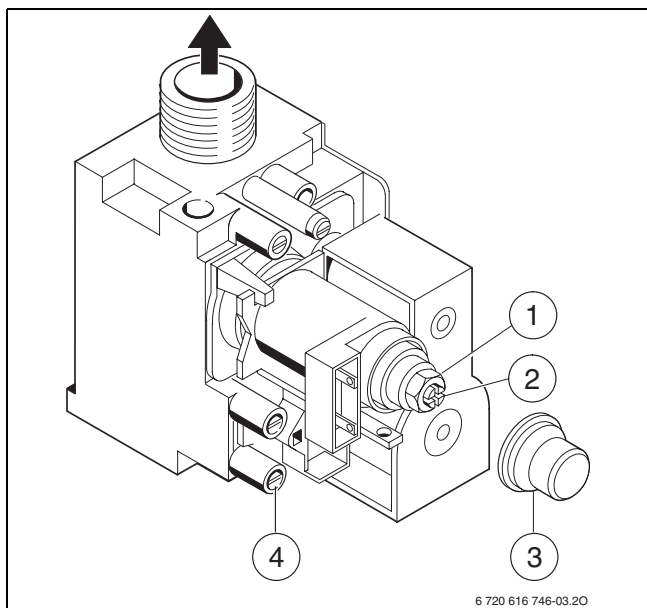

Fig. 43 Bloc gaz
- ▶ Dévisser légèrement la vis de la prise de pression (→ fig. 43, [1], page 44) située sur le raccord de brûleur et brancher un manomètre à cette prise.
- ▶ Retirer le capuchon (→ fig. 43 [3]) du bloc gaz.
- ▶ Pour « max » prendre la pression aux injecteurs indiquée (mbar) dans le tableau sur la page 56 et la contrôler. Vérifier que l'écrou (→ fig. 43 [1]) est bien serré en butée sur le corps laiton.
- Desserrer la vis dans la prise de mesure de la pression de raccordement (→ fig. 43 [4] en page 44) et brancher un manomètre à cette prise.